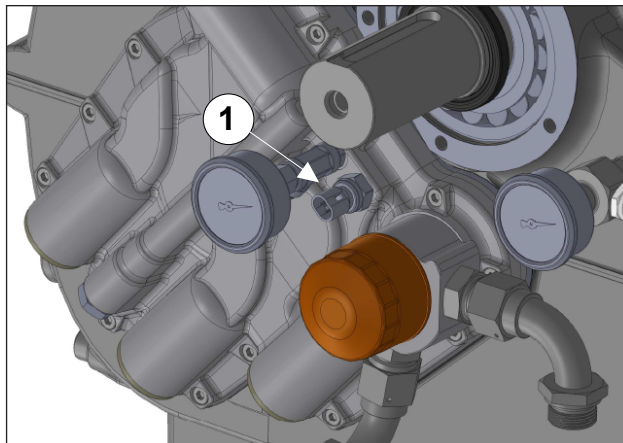

Fig. 135
Montar el sensor de temperatura del aceite (pos. ①, Fig. 135).